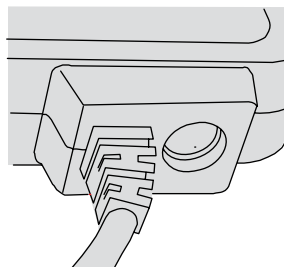

Figura 2 Attacco ingresso CC, scollegato.
- 6 Attacco ingresso CC, collegato. Vedere anche Figura 2.